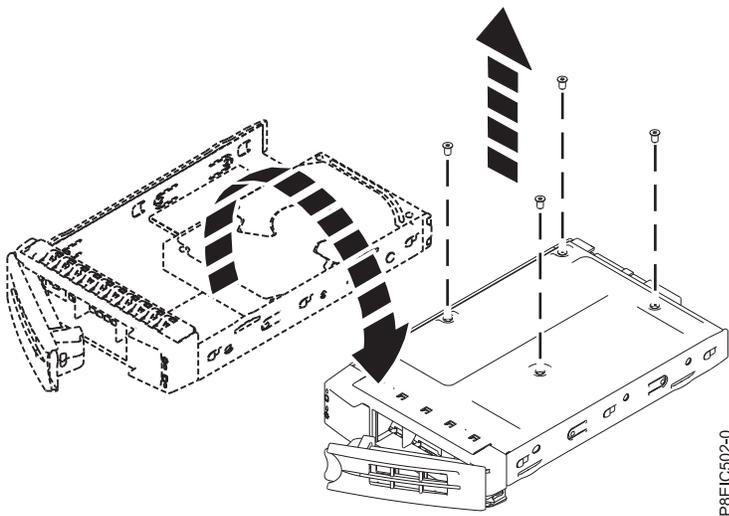

Abbildung 3. 2,5-Zoll-Laufwerk aus der Halterung ausbauen
- Bei einem 2,5-Zoll-Laufwerk: Drehen Sie die Halterung um. Lösen Sie das Laufwerk von der Unterseite der Halterung, indem Sie die vier Schrauben entfernen (siehe Abb. 3).